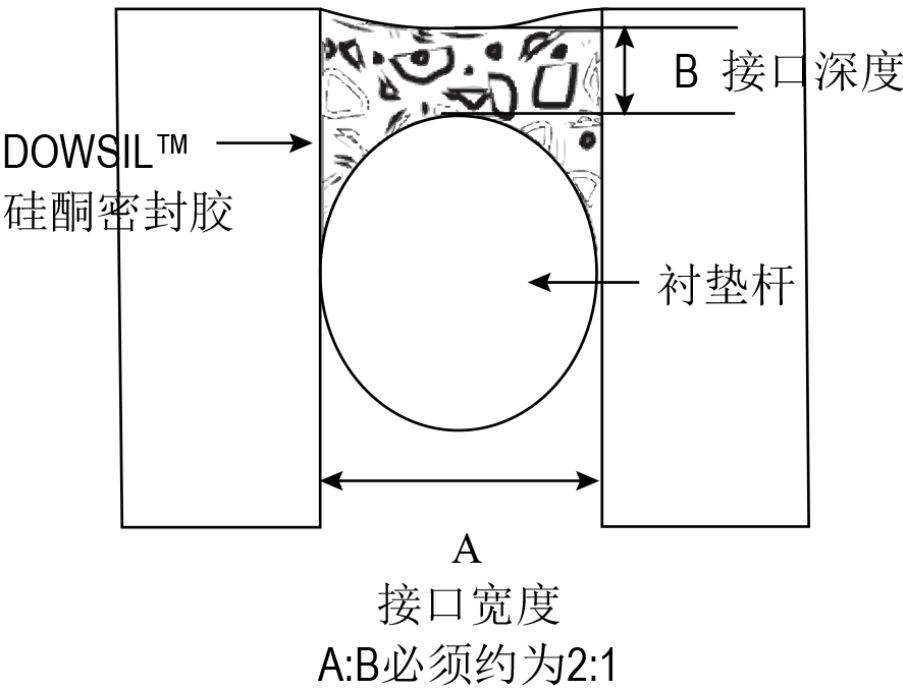

图 1: 推荐的接口设计
3. 对于较大的接口，接口的宽度应大于密封胶的深度，（见图 1，见上列 2 点内容）。
4. 避免三边粘结，在接口的底部使用衬垫杆或防粘胶带，以确保密封胶仅被固定用于接口的边缘，以及可在接口处自由地移动（见图 1）。